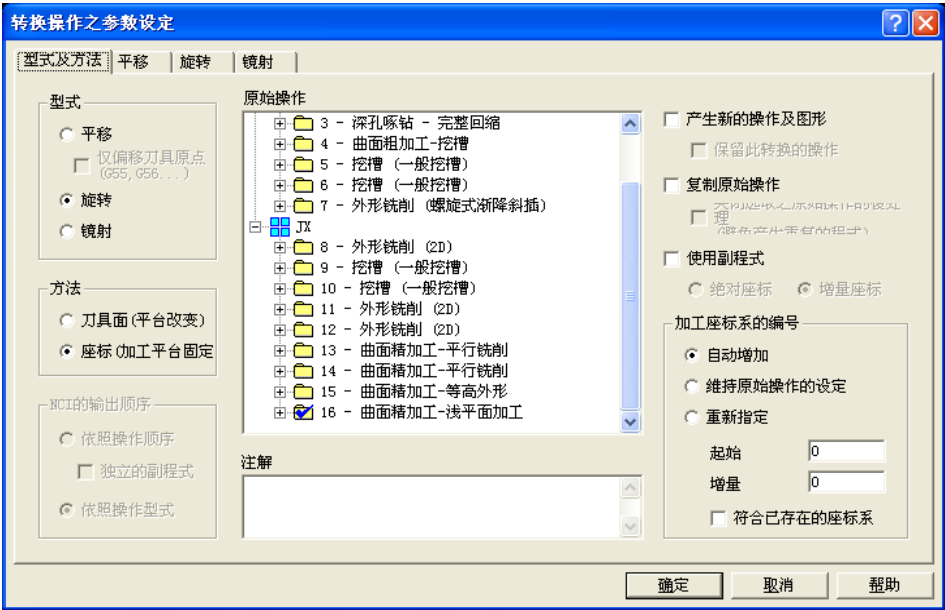
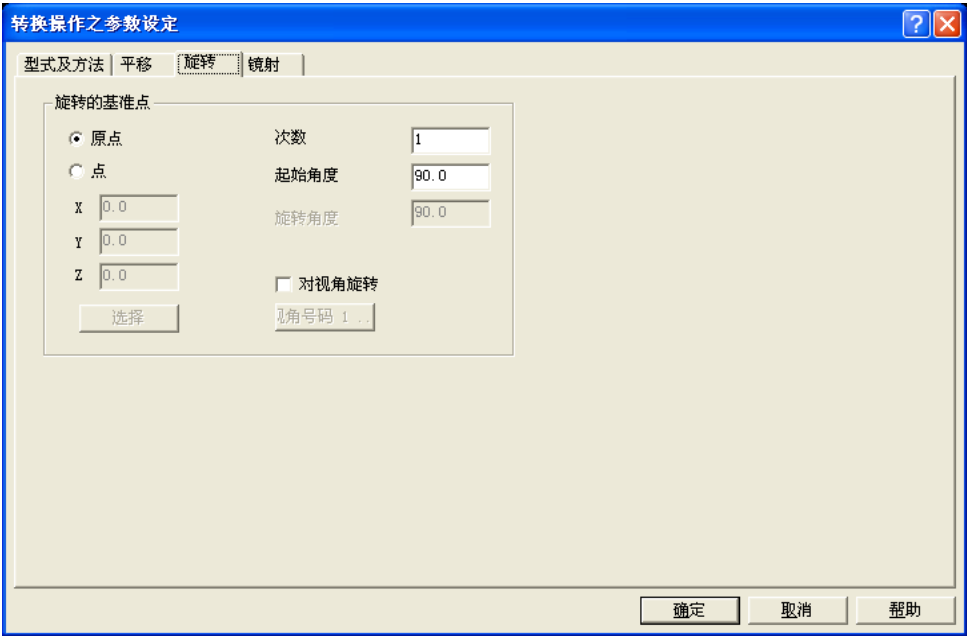

图 4-27 转换操作的型式及方法参数
图 4-28 转换操作的旋转参数
22) 在“操作管理员”对话框的空白处单击鼠标右键，选择“刀具路径”“路径转换”，在“型式及方法”选项卡中点选“旋转”，勾选步骤 16) “曲面精加工-浅平面加工”，如图 4-27 所示；在“旋转”选项卡中点选“原点”，次数：1，起始角度：90.0，如图 4-28 所示。